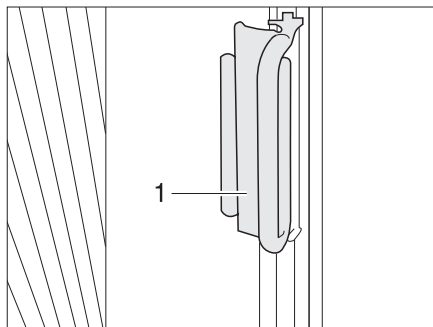

Fig. 11 Impugnatura della tendina oscurante pieghevole per il finestrino del conducente/passeggero
- Spingere le tendine oscuranti pieghevoli per il finestrino del guidatore e del passeggero sul sopralzo con l'impugnatura (Fig. 11,1). La tendina oscurante pieghevole è ora bloccata.